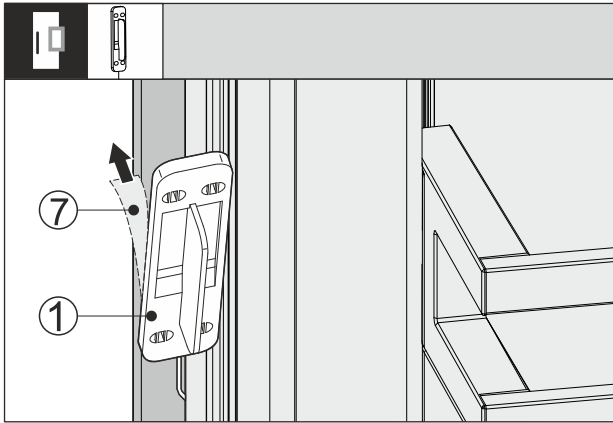

Fig. 66
- ▶ Schutzfolie Fig. 66 (7) auf der Rückseite des Klopfensors Fig. 66 (1) abziehen.